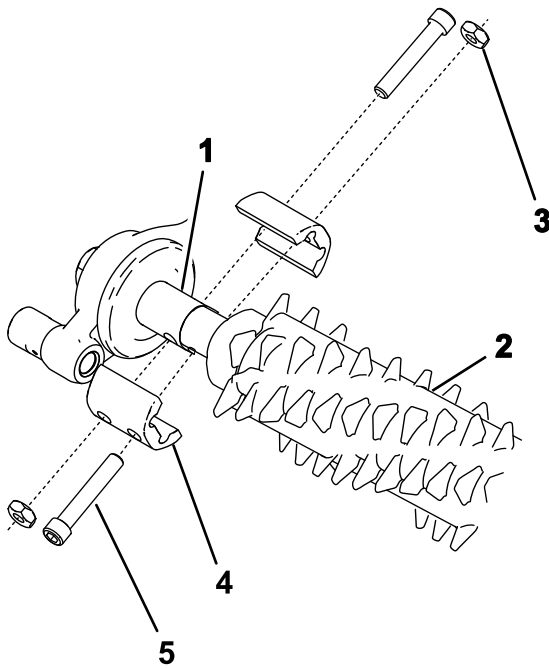

图22
2. 将疏草刀与疏草刀驱动箱和怠轮总成对齐图22。
- 如图22所示将疏草刀固定到机器并上紧螺栓。